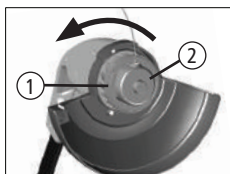

Fig. 06
Mantenha o porta carretel (1) fixo e gire a tampa do carretel (2) no sentido anti-horário, [Fig. 06]. Retire o carretel usado (3) e coloque o carretel novo, fazendo com que o fio passe pelo furo de saída da tampa do carretel, [Fig. 07].